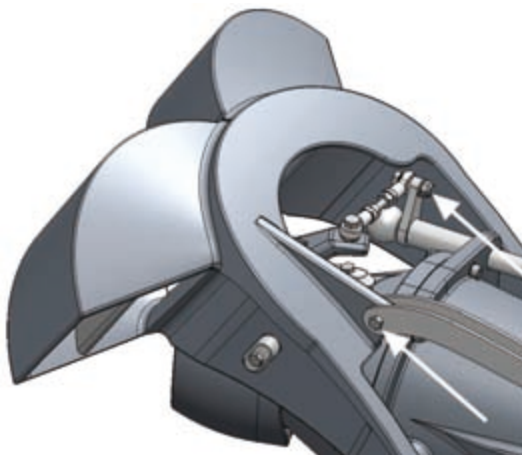

Рисунок 25. Винты реверсивной заслонки
1. Открутите винты, отмеченные стрелками на рис. 25.